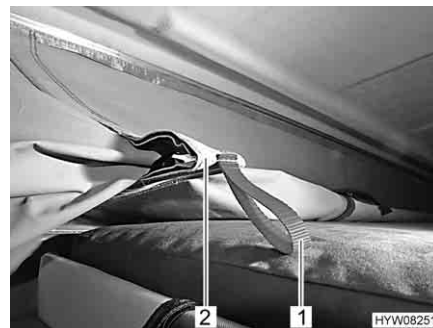

Bild 25 Einzugsvorrichtung
- Aufstelltdach (Bild 23,1) an den Griffen (Bild 23,2) oder an den Hilfsgurten (Bild 23,3) langsam nach unten ziehen, bis das Aufstelltdach selbständig in dieser Position stehen bleibt. Dabei darauf achten, dass die seitlichen Einzugsvorrichtungen (Bild 25,2) nach innen knicken.
- Zeltstoff an den roten Laschen (Bild 25,1) der Einzugsvorrichtung (Bild 25,2) nach innen ziehen.